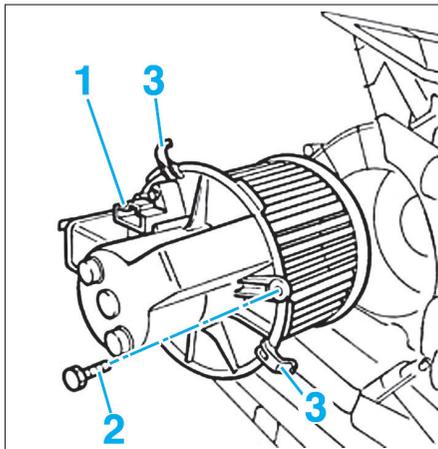

FIG. 21
- Sous la planche de bord du côté conducteur, débrancher le connecteur d'alimentation (1) (Fig.21).
- Déposer la vis de fixation (2), puis dégrafer l'ensemble en (3) en tournant dans le sens horaire.